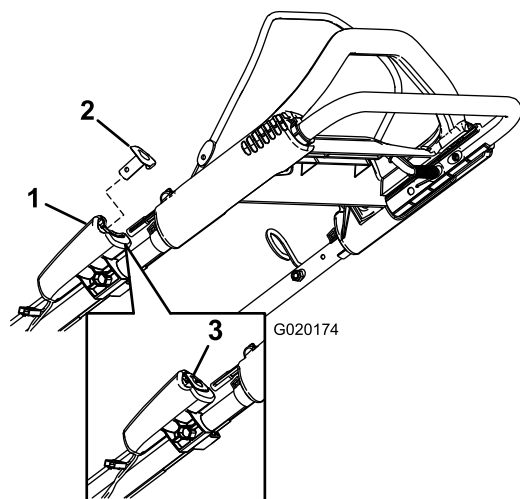
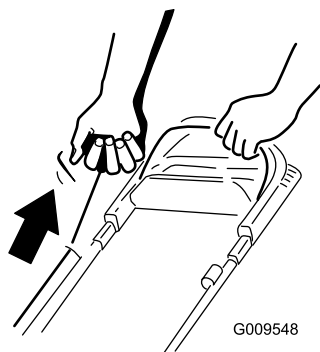

Figure 17
Figure 18
2. Appuyez sur le bouton de démarrage électrique (Figure 17) ou tirez légèrement la poignée du lanceur (Figure 18) jusqu'à ce que vous sentiez une résistance, puis tirez vigoureusement et